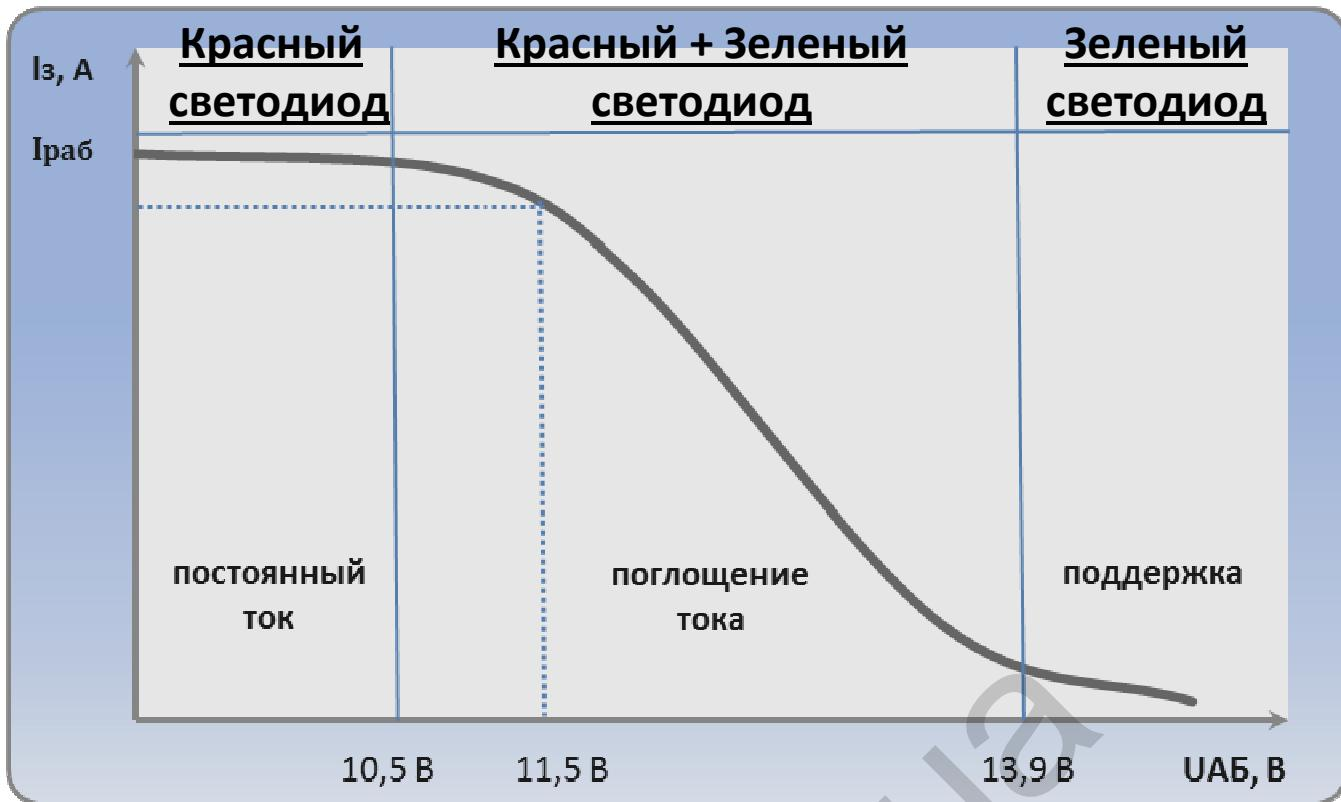

Рис.2. График работы зарядного устройства.
- 9.7. Примерный график заряда аккумуляторных батарей данным типом зарядного устройства приведен на рис. 2.
➤ **“Зеленый светодиод”** сигнализирует о том что зарядное находить в состоянии завершения фазы поглощения тока (см. Рис. 2) и переходит в фазу поддержки заряда аккумуляторной батареи. Т.е фактически завершает процедуру заряда аккумуляторной батареи.